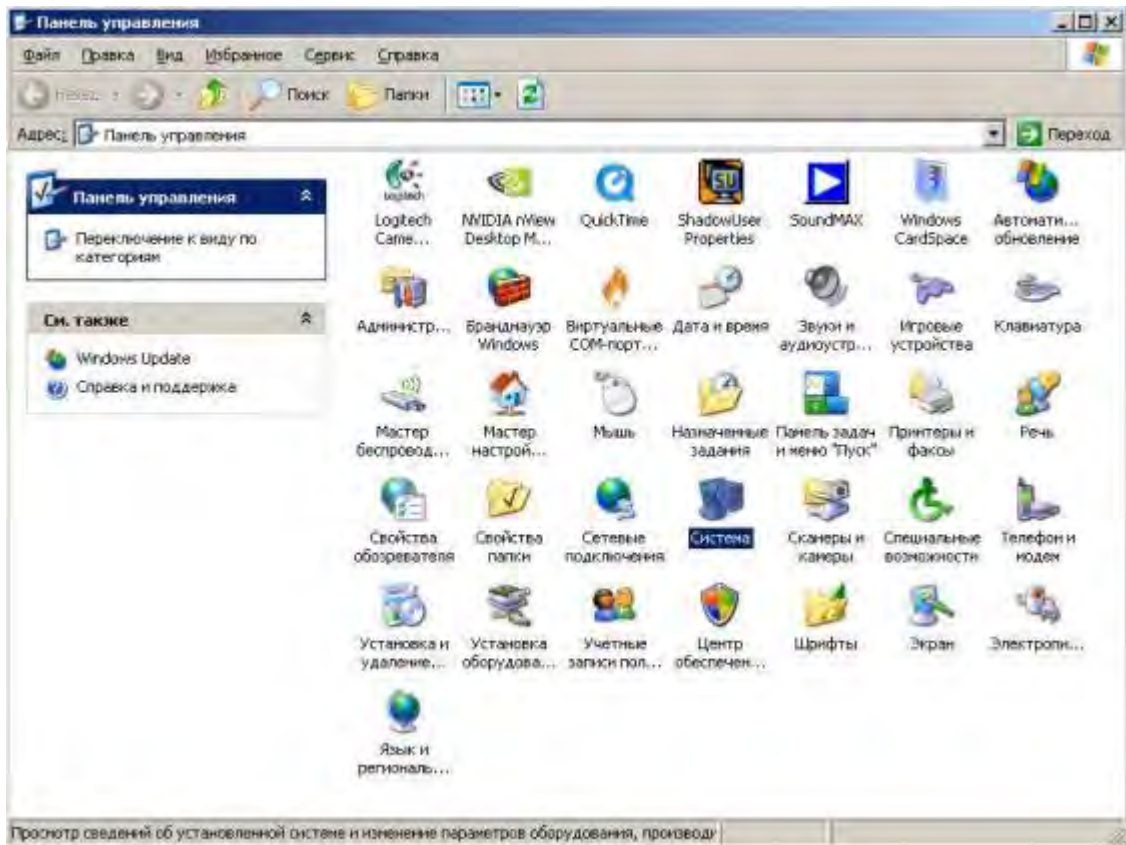

Рисунок 3 – Панель управления
- открыть панель управления **Windows XP** (рисунок 3);